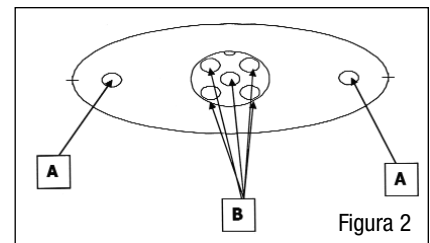

Figura 2
Nota: Algunos juegos de depuradores de aire incluyen un adaptador de ventilación del cárter que se instala en la parte inferior del depurador de aire, en la hendidura que se muestra en la Figura 2 (Adaptador de ventilación del cárter, parte No. 1205). Otros juegos podrían no ser compatibles.
1. Si desea usar la conexión de manguera para ventilación del cárter, taladre dos orificios de 1/4 de pulgada (0,64 CM) para pernos (A) en la hendidura que está en la parte posterior de la base del depurador de aire, y después taladre varios orificios de 1/4 de pulgada (0,64 CM) (B) en la ventana más grande con hendidura, para que respire la conexión (vea la Figura 2). Fije la conexión a la base con tuercas, pernos y arandelas de 1/4 de pulgada (0,64 CM). Asegúrese de desbarbar los orificios que taladre.